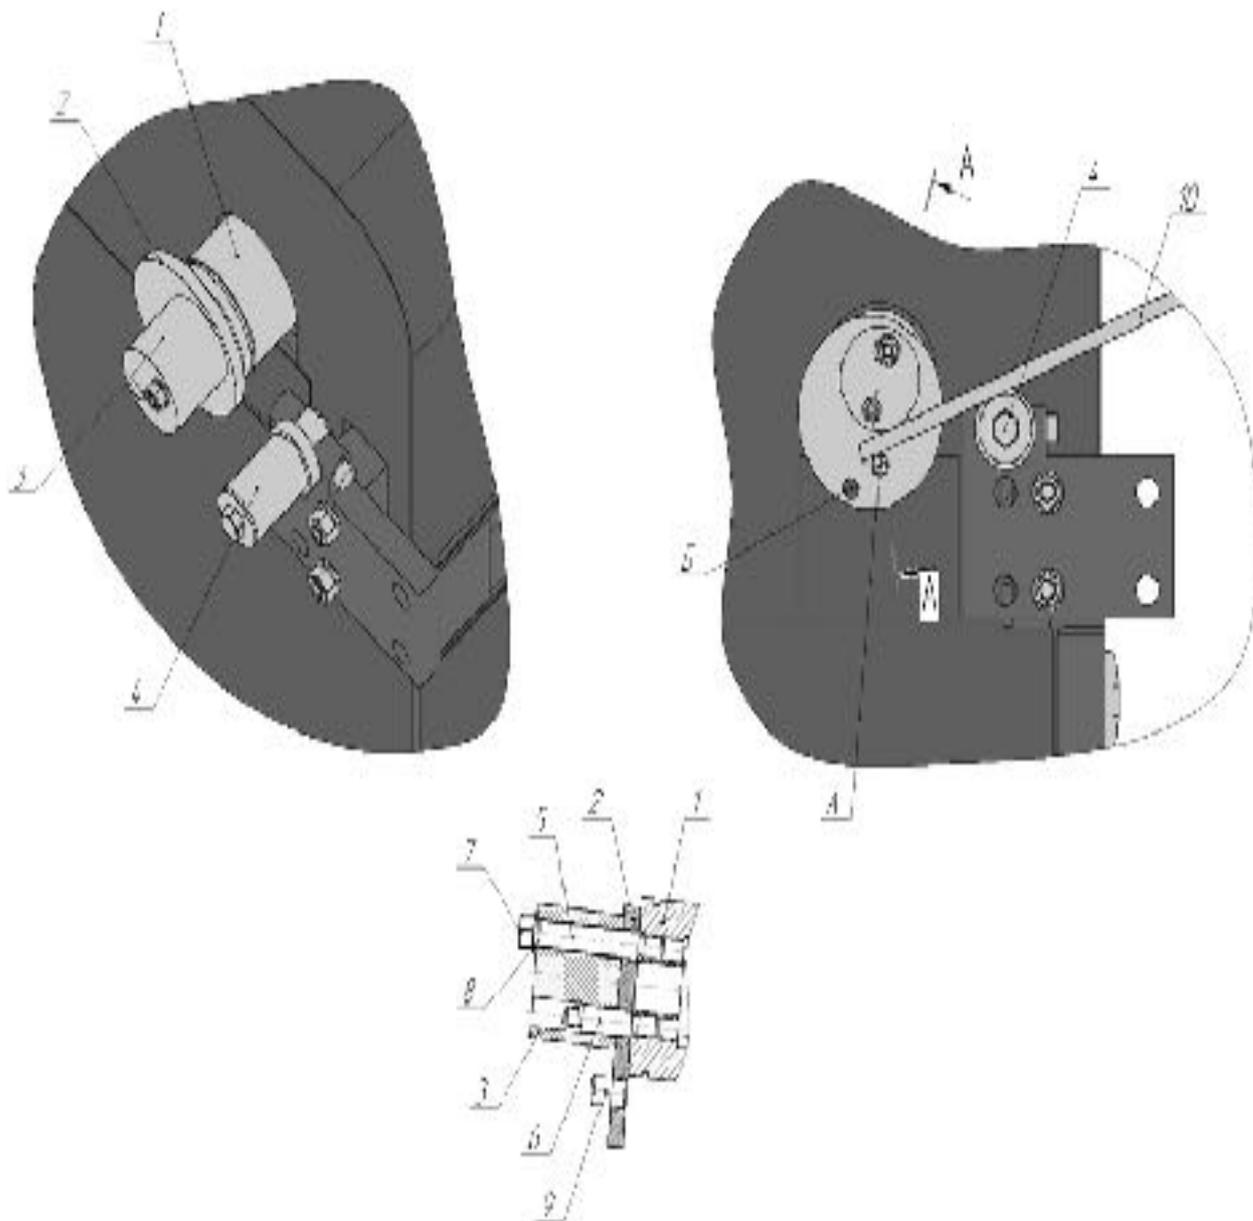

Рис.19 Монтаж дополнительных приспособлений для операции по изготовлении колец.
2. Произвести монтаж дополнительных приспособлений рис.19.
3. Установить заготовку 10 рис.19.